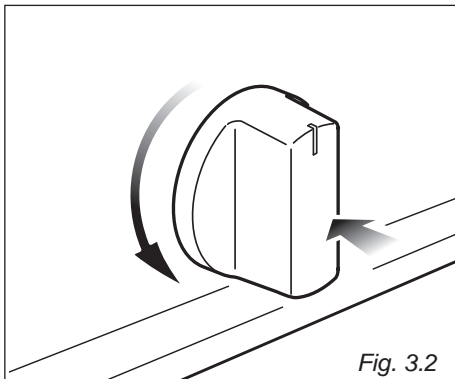

Fig. 3.2
1. Tryck in vredet och vrid det åt vänster (Fig. 3.2) till symbolen för den största lågan  (Fig. 3.1). Håll knappen tills lågan tänds. Om lågan inte tänds prova med en tändsticka.